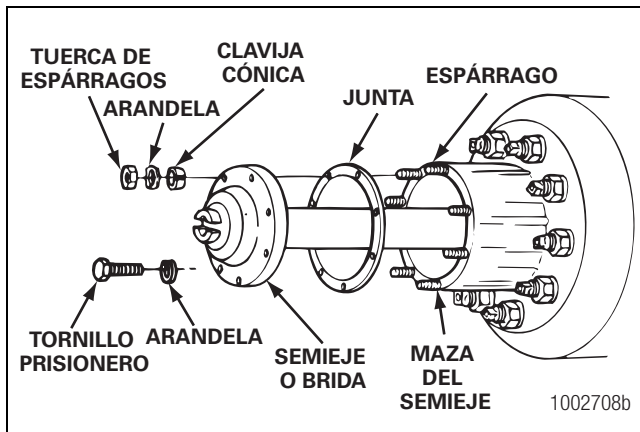

Figura 3.2
Aparte las clavijas cónicas y separe los semiejes del conjunto principal de la maza del eje. Figura 3.2.
4. Extraiga las clavijas cónicas y separe el semieje del conjunto principal de la maza del eje. Figura 3.2.